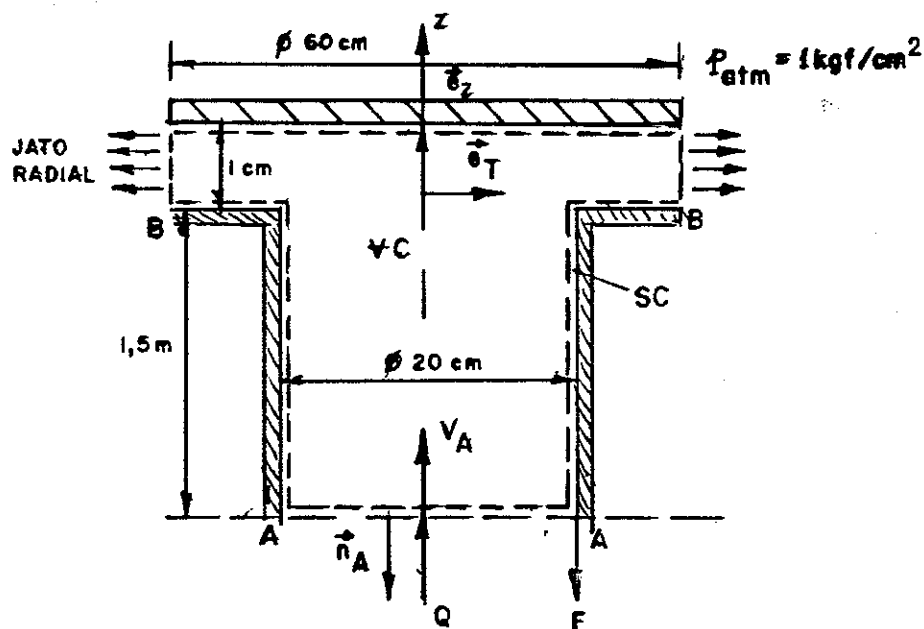

FIG.6.13
6.13 - Água escoia para cima através do tubo vertical e penetra na região anular entre os discos circulares da FIG.6.13. Movendo-se para fora, radialmente, a água finalmente emerge como um jato livre em forma de leque. O movimento é permanente e o atrito é desprezível. Pede-se